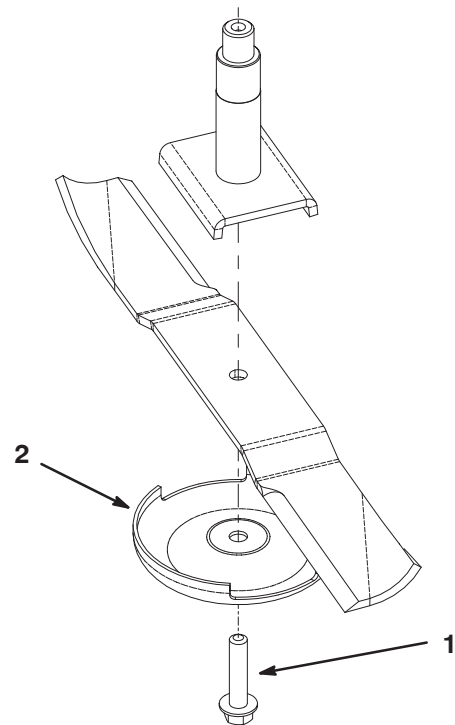

Bild 33
2. Halten Sie das Ende des Messers mit einem stark wattierten Handschuh oder wickeln Sie einen Lappen um es herum. Entfernen Sie die Messerschraube, die Antiskalpierschale und das Messer von der Spindelwelle (Bild 33).